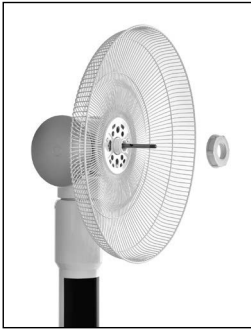

Fig. 5
7. Utilizzare il dado posteriore (4) per fissare la griglia di protezione posteriore. Ruotare il dado posteriore in senso orario, in direzione di "Tighten". (Fig. 5)